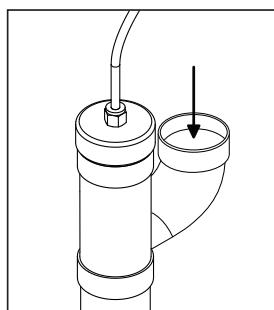

FIGURE 5
- Connecter le réseau de tuyauterie du bâtiment à la branche courbée du coude en Y de l'ensemble d'entrée d'air (*figure 5*). Notez que le coude en Y fourni n'est pas installé dans l'ensemble d'entrée d'air, pour que l'installateur ou vous puissiez l'orienter selon vos besoins. Fixer le dernier raccord du réseau de tuyauterie au coude et le coude en Y avec de la colle à PVC.